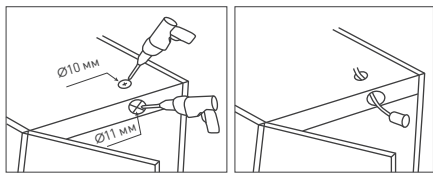

Рисунок 2. Установка датчика SR-PRIME DOOR/HAND
- Датчик DOOR должен быть смонтирован т. о., чтобы дверь в закрытом положении находилась на расстоянии до 10 см от лицевой стороны датчика [рис. 2]. Свет будет включаться при открывании двери и выключаться при ее закрывании. Для лучшего отражения ИК-сигнала от черных поверхностей наклейте на дверь небольшой отражающий элемент.